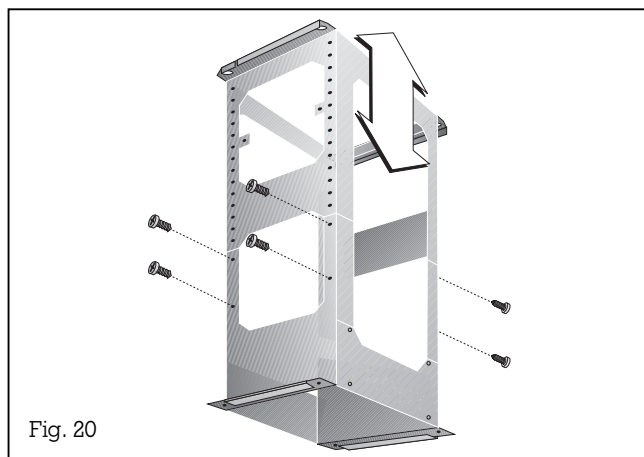

Fig. 20
4. Indstil bærestellet til den ønskede højde og fastskru de 8 skruer (resp. 12 skruer ved de lange skorstensversioner). Bærestellets længde kan indstilles i trin på 20 mm (fig. 20).